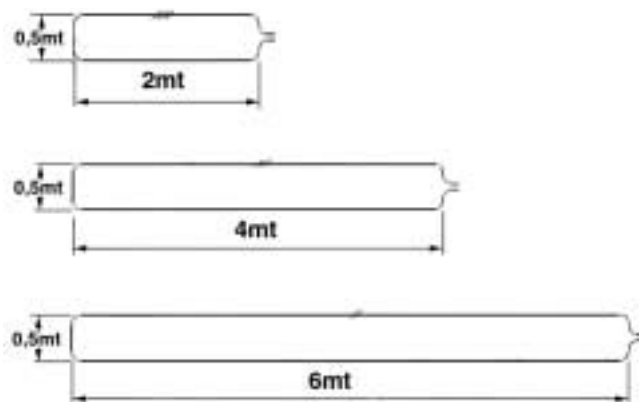

FIG. 3 Esempi - Examples
- 3) Elemento sensibile (non di nostra fornitura) dovrà essere realizzato con cavo multipolare a due o più fili nei modi e nelle misure descritte (Fig.3).
REALIZZAZIONE DELLA SPIRA (Fig.3)